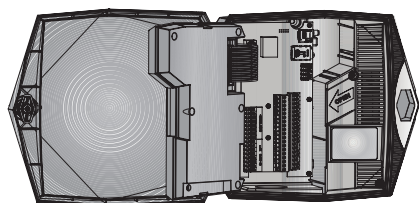

Figura 1: Tapa del controlador abierta
1. Destrabe y abra la tapa del controlador (Figura 1).